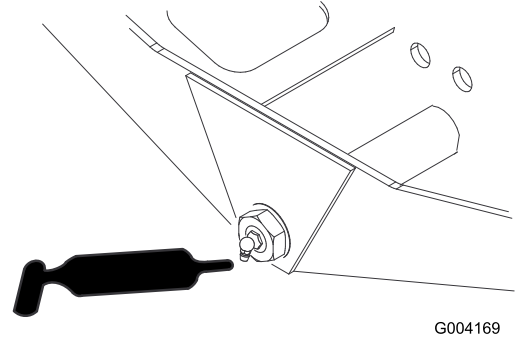

Bild 66
- Achsenlenkungsgelenk (1) (**Bild 66**)